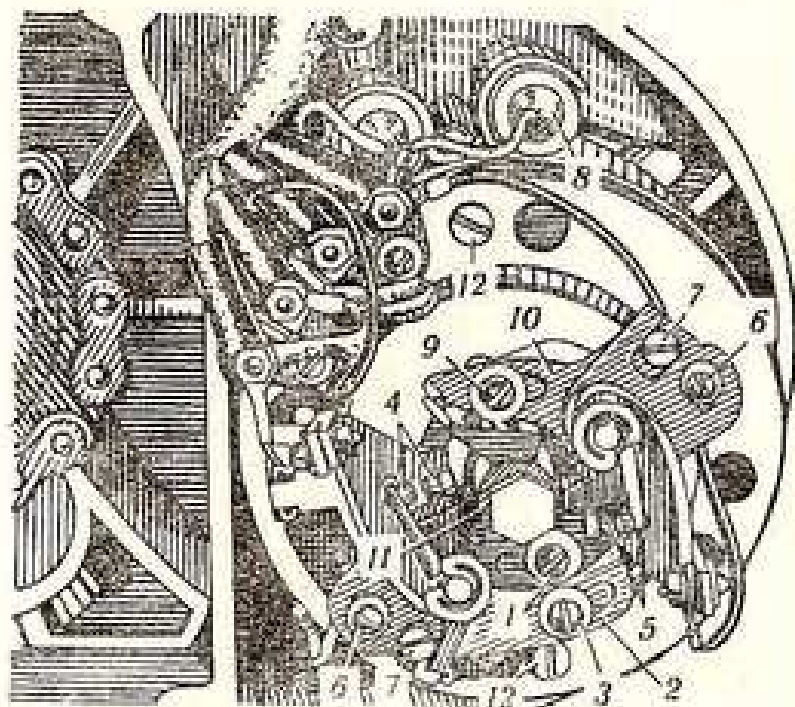

Рис. 26. ГЕНЕРАТОР С ПРЕРЫВАТЕЛЯМИ:
1. Вывернуть шпиль крепления статора (рис. 26), отсоединить провода и снять статор 1.
нуть по часовой стрелке коленчатый вал за болт якоря генератора до момента максимального замыкания контактов на левом прерывателе (по ходу), ослабить винт 6 (рис. 26) и, поворачивая эксцентрик 7, установить зазор между контактами 0,4—0,6 мм, винт 6 закрепить. Аналогично установить зазор на втором прерывателе. Вместо свечи завернуть втулку для установки зажигания и вставить в нее вороток с рисками из комплекта инструмента. Вращая коленчатый вал по часовой стрелке, установить поршень в верхней мертвой точке (в. м. т.). Поворотом втулки совместить одну из нижних рисок на воротке с ее торцом. Вращением коленчатого вала против часовой стрелки установить поршень, не доводя его до в. м. т. на 2—2,6 мм. При этом торец втулки должен совпадать со следующей риской на по-